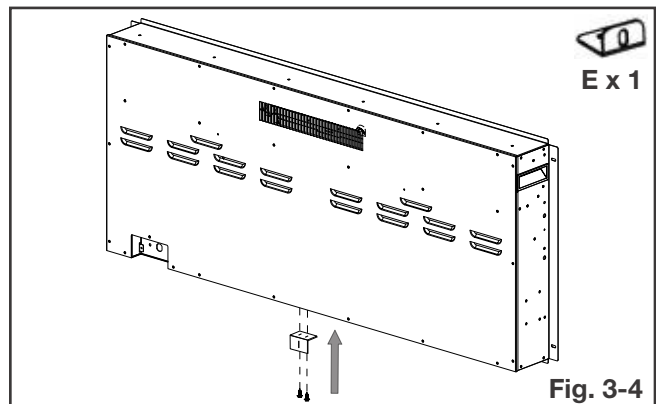

Fig. 3-4
- G. À l'aide des deux vis précédemment retirées en étape E, fixez le support « L » (fourni) au bas de l'appareil (**Fig. 3-4**).